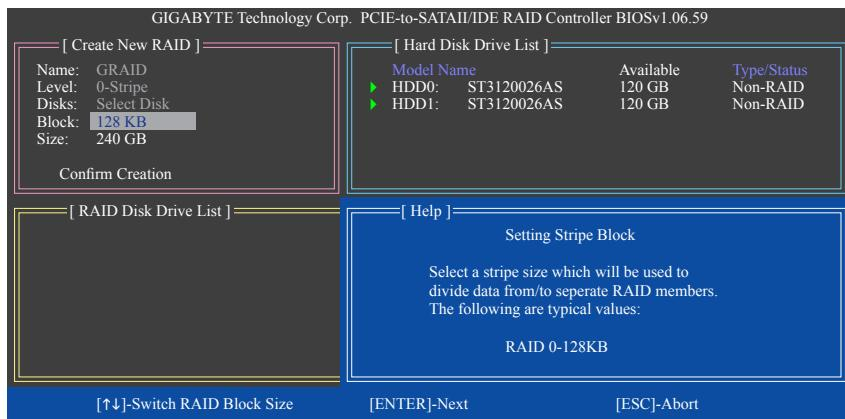

図 6
4. ブロックサイズの設定(RAID 0 のみ): Block 項目の下で、上または下矢印キーを使用してストライプブロックサイズを 4 KB ~ 128 KB の範囲で選択します(図 6)。<Enter> を押します。